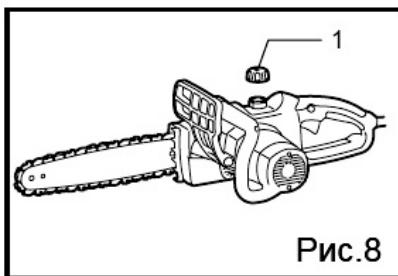

Рис.8
- Для заливки масла отвинтите крышку горловины заливного бачка (1, Рис.8), и наполните его маслом выше отметки «min». Масло для заливки не должно содержать никаких посторонних включений, которые могут попасть в него в процессе хранения и заливки в емкость. Перед заливкой убедитесь, что емкости, которые Вы будете использовать для заливки, не содержат песка, абразивной пыли и тому подобных включений. Контроль уровня заливаемого масла производится через мерное стекло в корпусе пилы.